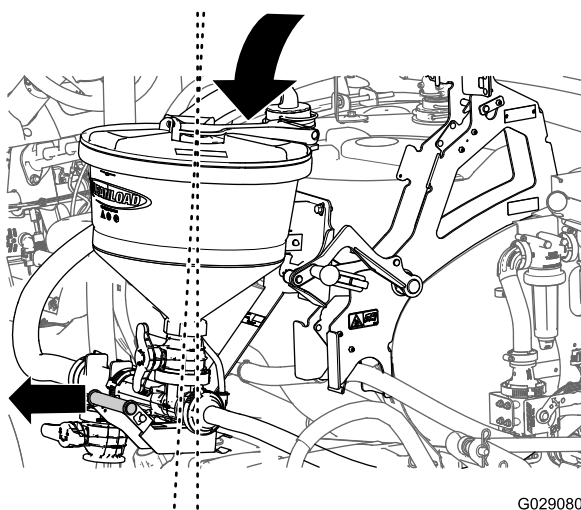

Figure 35
4. Abaissez complètement le mélangeur tout en maintenant la poignée légèrement vers l'extérieur (Figure 35).
2. Élevez le mélangeur tout en maintenant la poignée légèrement vers l'extérieur (Figure 35).